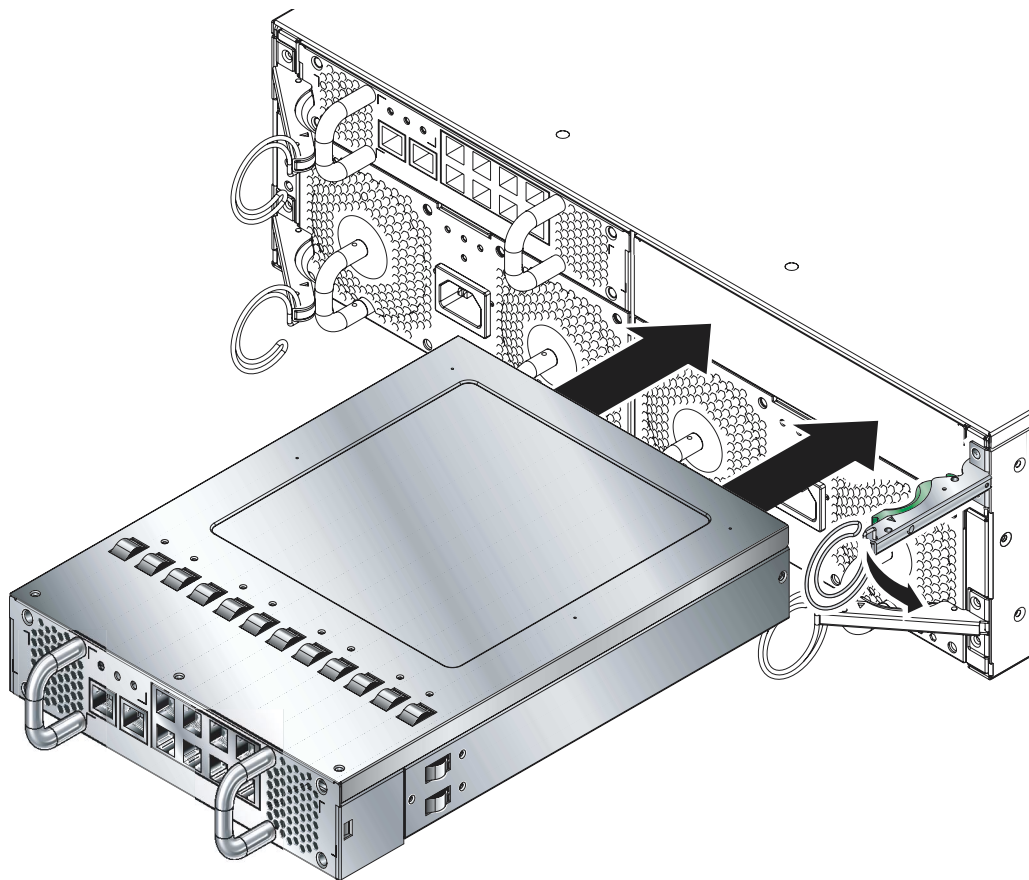

图 4-14 插入之前对准 SSC
2. 确保机箱弹出杆完全打开且不会堵住机箱的开口（图 4-14）。